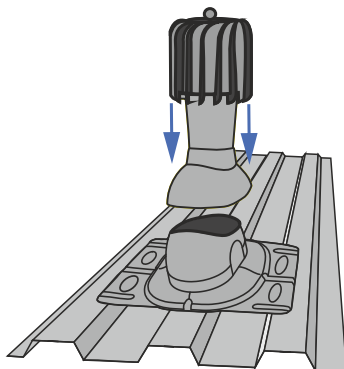

Рис.7
8. Установите трубу и отрегулируйте вертикальное положение по пузырьковым уровням (рис.7). Если угол уклона кровли больше 45° - обработайте острым ножом нижнюю часть трубы, препятствующую наклону.